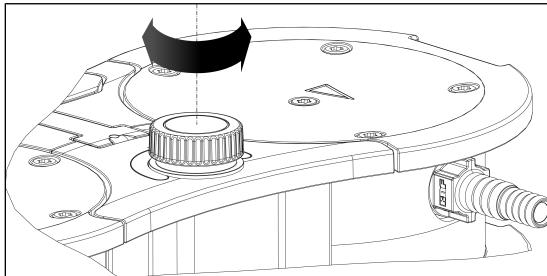

Afb.6: Pomp in- en uitschakelen met draai-/drukknop
- Schakel de pomp door het indrukken van de draai-/drukknop, aan de bovenzijde van de pomp, in (zie Afb. 6).